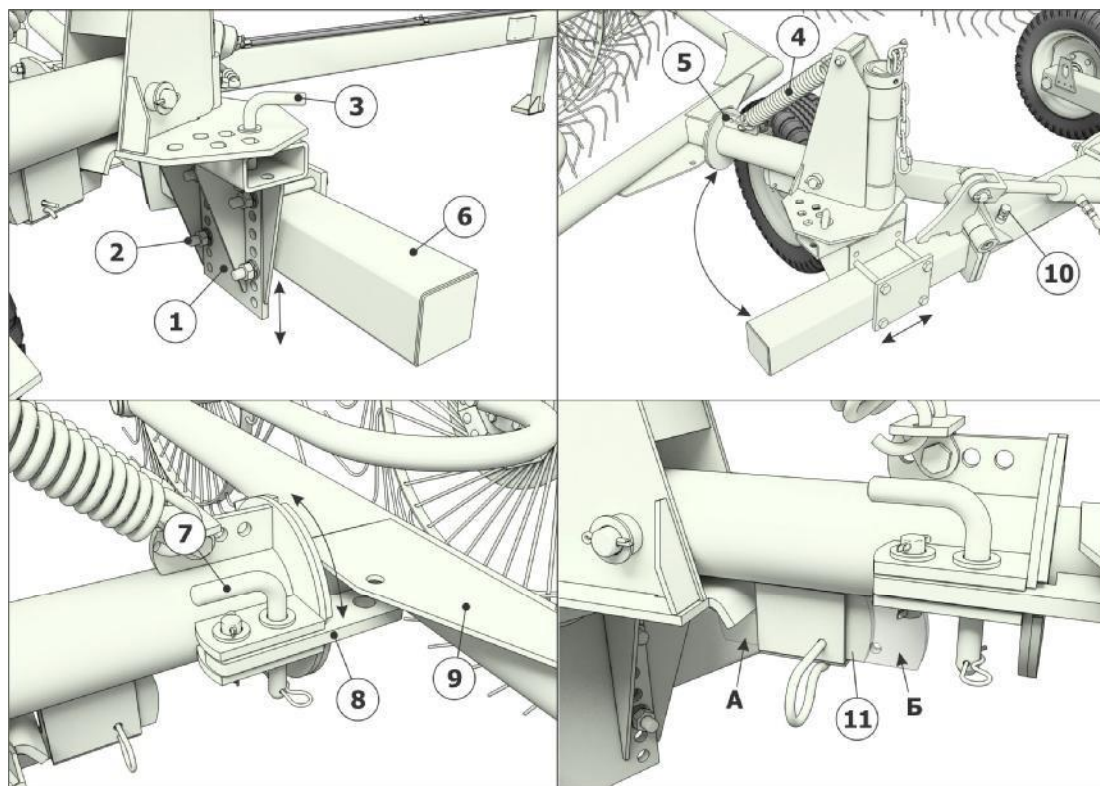

Рисунок 6.1 - Регулировки граблей
Грабли готовы к работе после того, как они будут навешены на трактор, смазаны, отрегулированы и обкатаны вхолостую. Перед эксплуатацией граблей необходимо выполнить следующие регулировки (см. рисунок 6.1):
2) Установить необходимую схему расположения рабочих органов (см. рисунки 3.2-3.4). Для этого необходимо расшплинтовать фиксатор 7 (рисунок 6.1), откинуть кронштейн 8, перевернуть на 180° раму 9 вместе с тандемами и рабочими колесами (либо тандем с двумя колесами относительно рамы 9), установить кронштейн 8 обратно в паз, установить фиксатор 7 и зашплинтовать его.
4) Установить необходимую ширину валка. Для этого необходимо отпустить болтокрепежи 2 (рисунок 6.1) и передвинуть секцию на нужное расстояние. Далее болтокрепеж затянуть.
Перед переводом граблей в транспортное положение необходимо установить схему расположения рабочих органов на «сгребание» и установить фиксаторы 11 (рисунок 6.1) в положение Б.